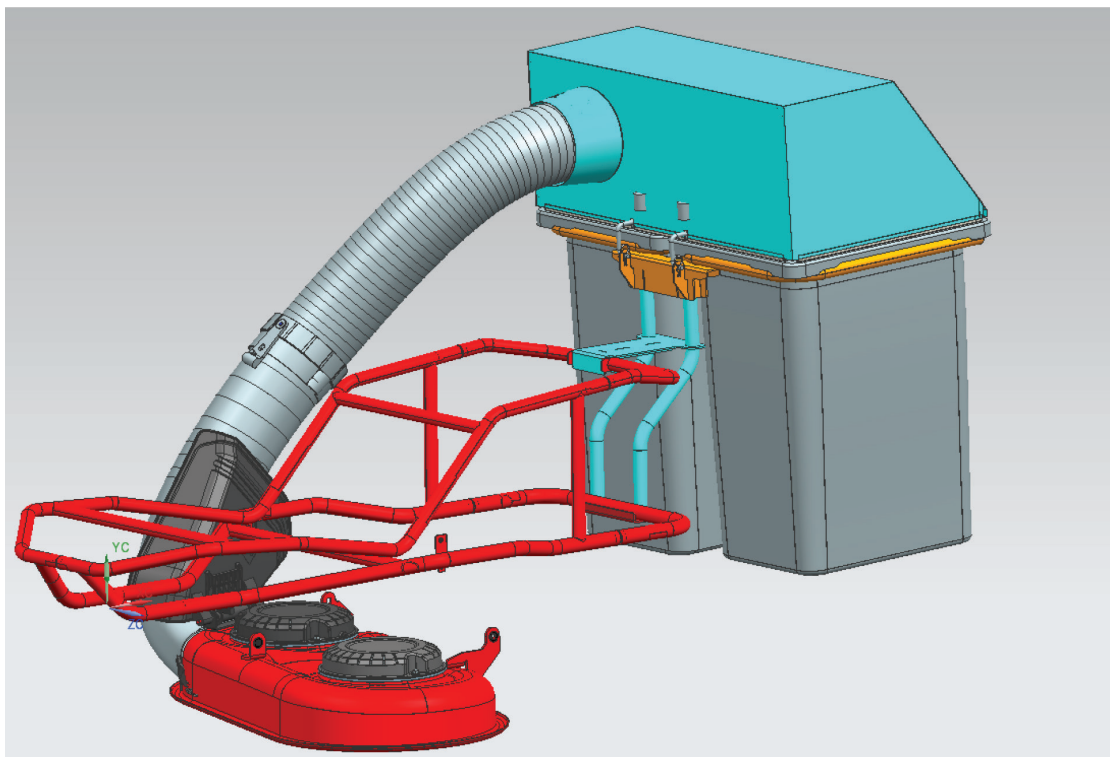

Рис. 22
- Проверьте правильность сборки всей системы (рис. 22).